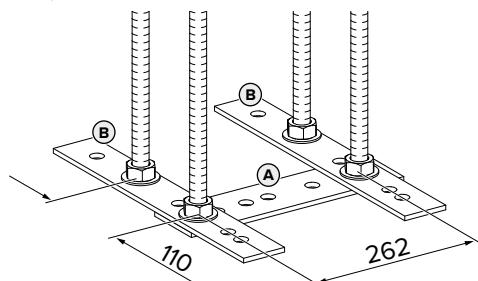
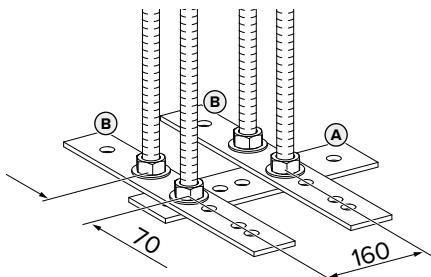

Abb. 1: Rozměry [mm]
Abb. 2: Rozměry [mm]
- Závitové tyče zasuňte podle rozměrů v kapitole Abb. 1 a Abb. 2 do plochých ocelí. Dbejte na to, aby plochá ocel (A) a ploché oceli (B) byly zarovnané v pravém úhlu (90°).